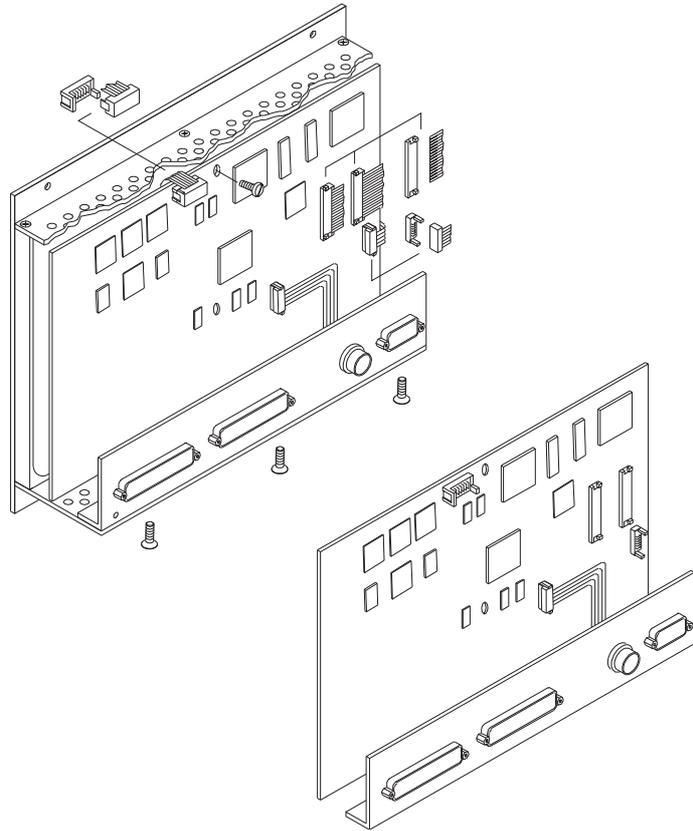

Bild D 8-14 : Lösen der Flachbandkabel und Entfernen der Einheit aus Hauptplatine und Anschlussplatte
5. Lösen Sie die Verriegelungen der Flachbandkabel. Ziehen Sie die Flachbandkabel aus den Steckverbindern heraus. Lösen Sie ebenfalls alle weiteren Kabelverbindungen (Bild D 8-14).